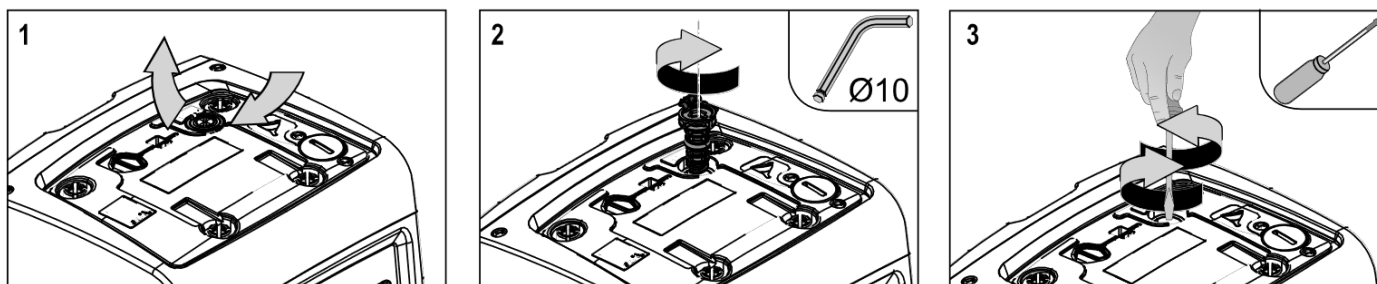

Abbildung 23
2. Den Gummibelag des Zugangsdeckel an der Motorwelle anheben (Abb. 23);
3. Mithilfe eines 10 mm Inbusschlüssels den Zugangsdeckel der Motorwelle abnehmen (Abb. 23);
4. einen Schraubendreher an der Kerbe der Motorwelle ansetzen und in die beiden Drehrichtungen bewegen (Abb. 23);